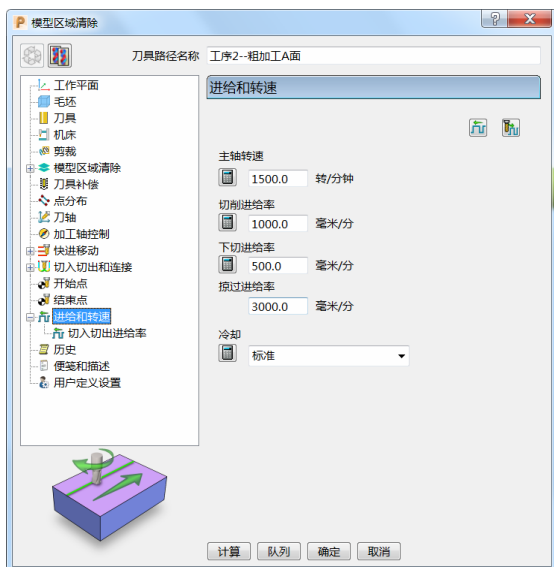
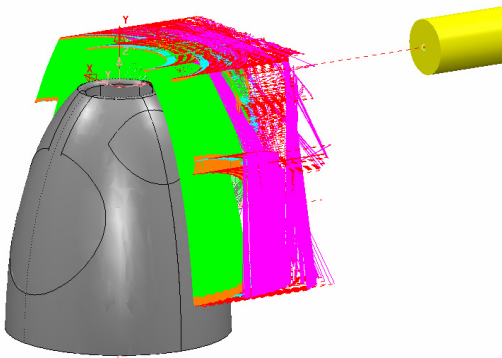

图 5-12
图 5-13
10) 进给和转速：设定主轴转速 1500.0r/min、切削进给率 1000.0mm/min、下切进给率 500.0mm/min、掠过进给率 3000.0mm/min，标准冷却。（图 5-12）
11) 单击图 5-12 中的“计算”按钮，刀具路径如图 5-13 所示。